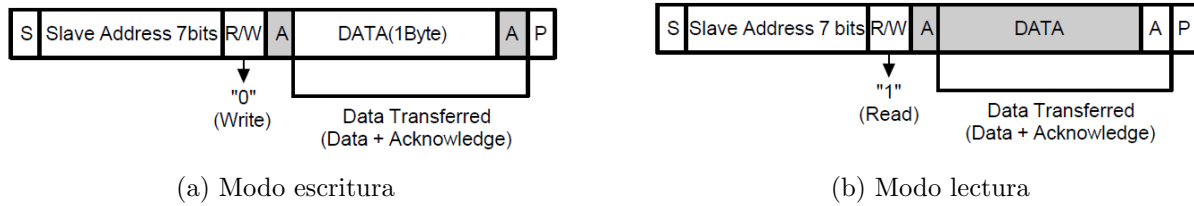

Figura 3: Transmisión de la dirección del slave de 7-bits para a) escritura y b) lectura
- 2) El máster envía la dirección del slave (7b) y el tipo de operación: lectura ('1') o escritura ('0'). La figura 3 muestra cómo se realiza este paso tanto para lectura como para escritura. Nótese que los símbolos *S*, *P* y *A* representan las condiciones de *start*, *stop* y *ACK*, respectivamente.